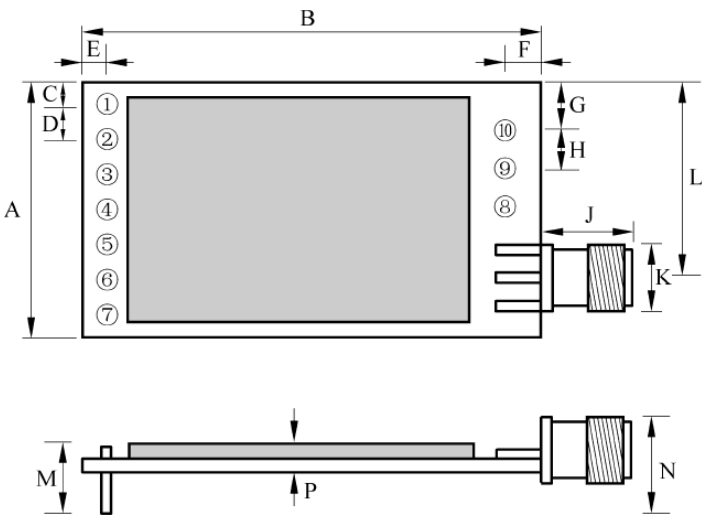

图 19.1 E32-TTL-100 引脚图
E32-TTL-100 引脚图见图 19.1,图中①~⑩标识的引脚名称和功能描述见表 19.2。